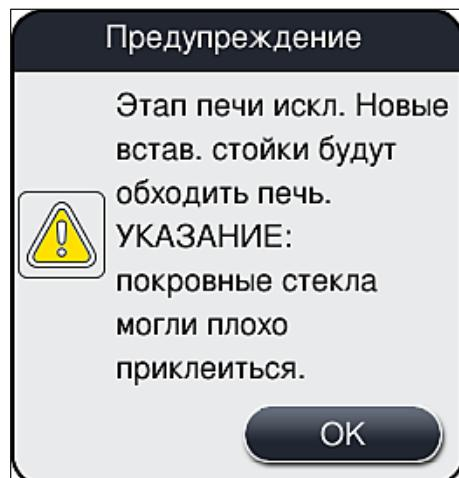

Рис. 36
3. Подтвердите конфигурацию нажатием кнопки Сохранить (→ Рис. 33-5), после чего ознакомьтесь с информационным сообщением на дисплее (→ Рис. 36) и подтвердите его нажатием OK.